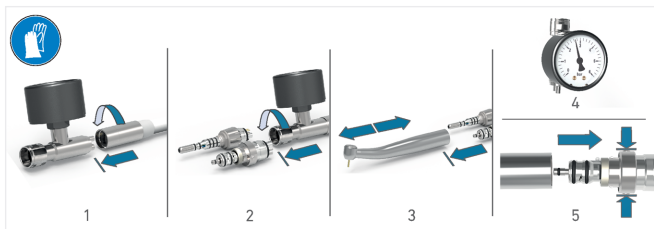

РИС. 4
6. Чтобы отсоединить BORA 2 LED от переходника Unifix, нажмите на 2 боковых фиксатора ( РИС. 4 этап 5) и одновременно извлеките турбину из переходника.